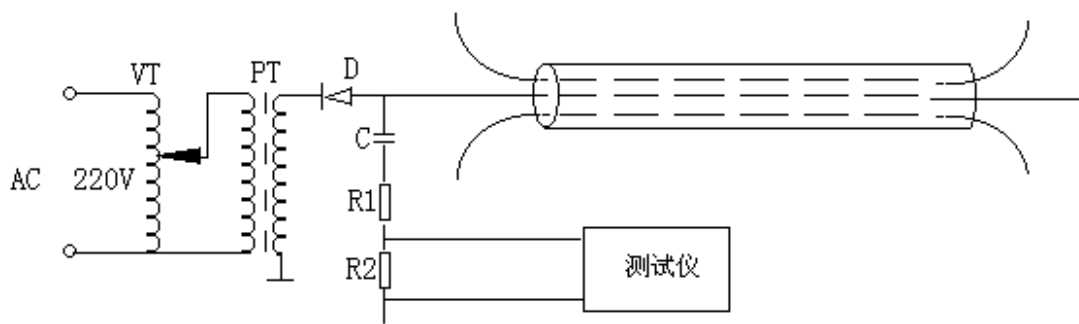

图 6.4-1 直闪法接线图
(1)、准备工作：直流高压闪络法的基本测试原理是，利用外部设备给故障电缆上施加一直流负高压，当故障点承受不了这样的高压时就会产生闪络电弧，根据这个电弧产生的电波来测试这个故障点的。因此应按图 6.4-1 所示准备高压设备，并将连接线接好。
(2) 仪器操作按图 6.4-1 所示连接外部线路，先升压几次确认连线无误后，再将本仪器接入 R₂ 两端（此接线本套设备已设计好）。将仪器的接地端子直接独立的接在电缆钢带上。